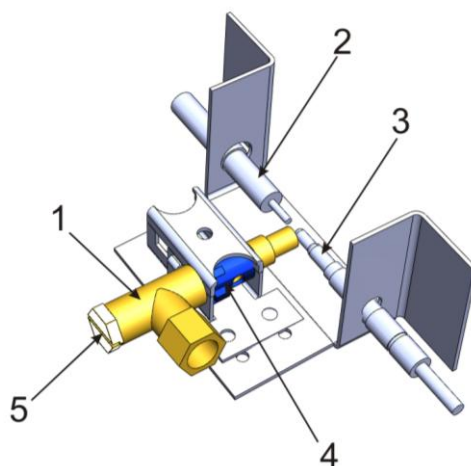

Рис.5 Устройство узла запальной горелки
- Открутите ключом на 11 заглушку 5 (рис.5), под которой располагается регулировочный винт мощности пламени запальной горелки.
- Если пламя запальной горелки коптит или шумит, необходимо отрегулировать подачу первичного воздуха шибром 4 (рис.5), поворачивая его вокруг своей оси.
- После того, как пламя запальной горелки отрегулировано, закрутите заглушку 5 (рис.5).